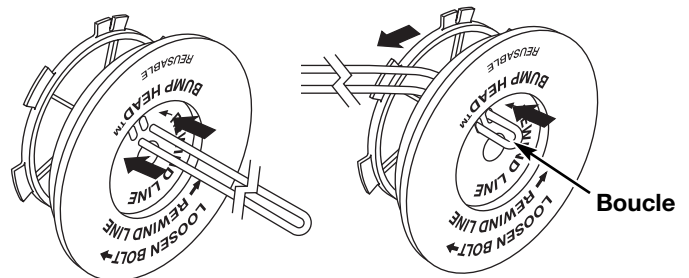

Fig. 27
6. Découpez environ 5 m (16 pi) de fil neuf et faites-en deux boucles de longueurs égales. Insérez chaque extrémité de fil dans l'un des deux trous du moulinet (Fig. 27). Tirez le fil à travers le moulinet pour que la boucle soit le plus petit possible.